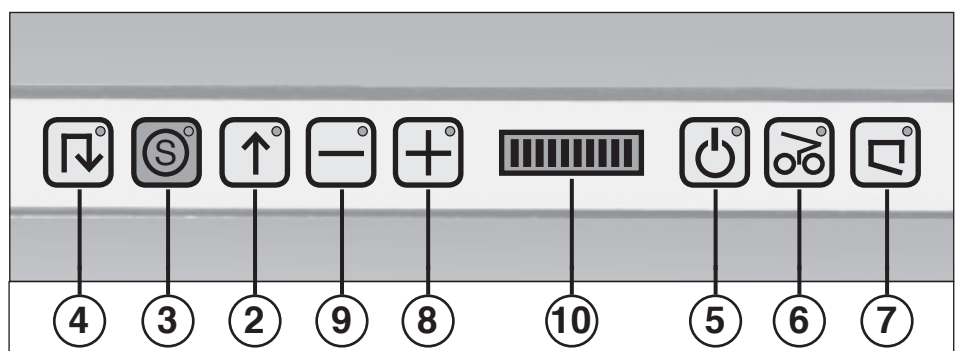

Fig. 2
- 8 = Touche Plus Vario-Speed (fig. 2)**
- 9 = Touche Minus Vario-Speed (fig. 2)**
- 10 = Voyant de contrôle (fig. 2)**
La petite lampe „prêt à fonctionner“ (5) ainsi que la lampe du bouton rouge stop „S“ (3) (fig. 2) s'allument pour signaler que la machine est prête à fonctionner.
2. Appuyer sur la touche marche avant (2) (fig. 2). Le bloc de coupe se remet en marche et commence à détruire le papier.
3. Pour débrancher, appuyer le bouton touche rouge d'arrêt (3) (fig. 2).
1. Tout d'abord le bloc de coupe se bloque. Le voyant de contrôle (6) (fig. 2) s'allume.
- Pour augmenter la vitesse de travail, appuyez sur la touche Plus Vario-Speed (8) (fig. 2).
- Pour réduire la vitesse de travail au profit d'une capacité de travail plus élevée, appuyez sur la touche Minus Vario-Speed (9) (fig. 2).
Le niveau de vitesse actuel est indiqué par le voyant de contrôle Vario-Speed (10) (fig. 2).
Si le sac de réception est plein, la machine s'arrête automatiquement. Le voyant de contrôle (7) (fig. 2) s'allume. Vider alors le sac de réception comme suit:
- Achteruittoets (4) (Fig. 2) even indrukken. Het materiaal komt vrij.
- De trechter naar achteren kantelen. Het controlelampje "deur open" resp. "trechter teruggeklapt" (7) (Fig. 2) gaat aan.
Het apparaat is met een thermobeveiligde motor uitgerust. Mocht er ooit teveel van de motor worden gevergd, schakelt deze zichzelf uit. Als teken daarvoor gaat het indicatielampje "gereed voor het gebruik" (5) (Fig. 2) knipperen.